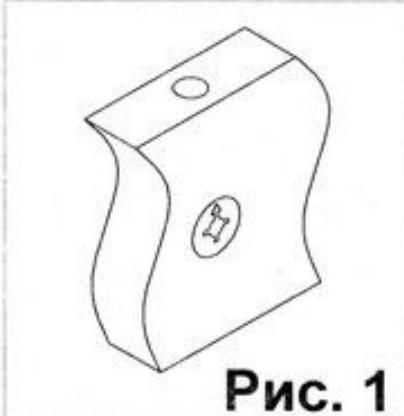

Рис. 1
1. Прикрутить ответные планки петель (7) к боковине 1 евровинтами (8). Соединить полку 3 с боковинами 1 и 2 евровинтами (2). Вставить стяжки-растекс (3) в боковины 1 и 2 (см. рис. 1). Забить шканты (1) в стойку 10 и соединить ее с полкой 3. Фиксацию стойки 10 с боковиной 1 произвести при помощи евровинтов (2)
2. Закрутить в деталь 9 дюбеля стяжек-растекс (4). Забить шканты (1) в полку 8 и соединить ее с деталью 9.. Крепление произвести при помощи стяжек-растекс (12)